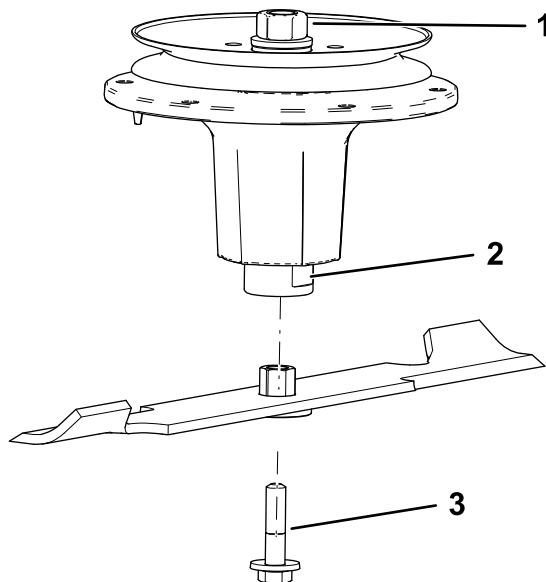

Figure 95
2. Installez l'ensemble douille et lame sur l'axe de pivot (Figure 95).